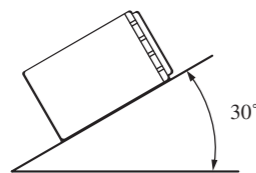

Abb. 3
- Wenn der Einbauwinkel mehr als 30° von der Horizontalen abweicht, kann es sein, daß das Gerät nicht optimal arbeitet. (Abb. 3)